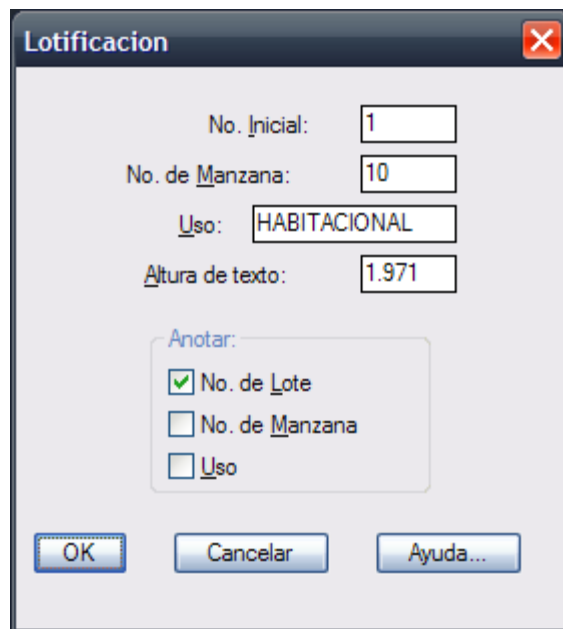

Fig. 2: Caja de diálogo para indicar lotificación
3. Seleccione **Indicar Lotificación**. En la caja de diálogo indique número de manzana 10 y acepte los demás valores por defecto. Escoja un punto cualquiera dentro de cada lote de la manzana. El número de lote, manzana, tipo de uso y ángulo de rotación de texto se puede reespecificar en cualquier momento si lo desea (Fig. 2).